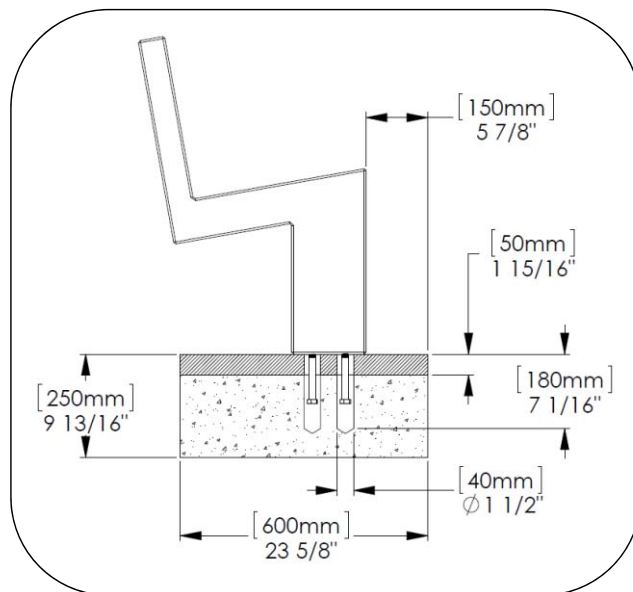

Fig. 2 – Détail de l'élévation latérale de la semelle
3. Percer les trous conformément aux Fig. 2 et 3.